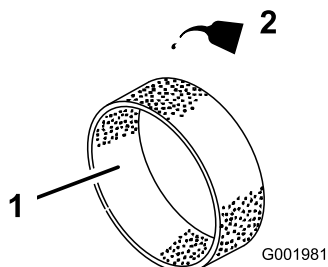

Bild 47
- Tragen Sie 30 oder 60 ml des Öls auf das Element auf (Bild 47).